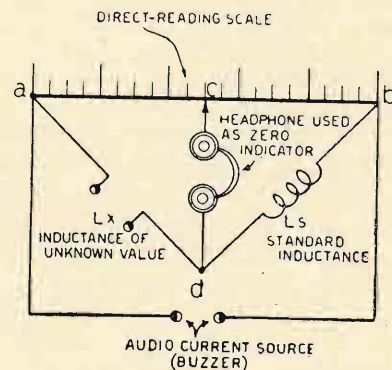

Fig. 6.
**Misura dell'induttanza.** — La fig. 6 mostra un ponte per la misura dell'induttanza, la cui struttura è all'incirca la stessa usata per il ponte a capacità, tranne che s'inserisce un'induttanza calibrata tipo Ls tra i punti d e b, mentre l'induttanza incognita LX va connessa ai punti terminali congiunti ai punti a e d. In entrambi i ponti, il corsoio si muove lungo l'apposito filo a-b, finché non si ode più alcun tono nella cuffia.